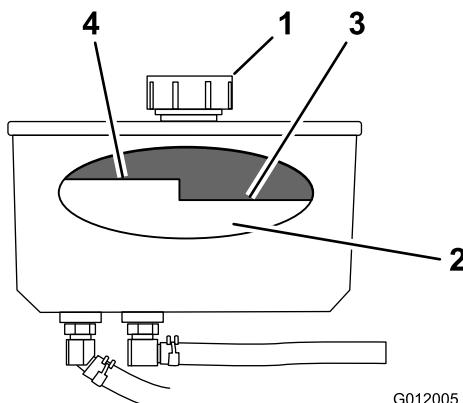

Figure 71
4. Nettoyez la surface autour du bouchon et du goulot de remplissage du réservoir hydraulique (Figure 71).
5. Enlevez le bouchon du goulot de remplissage. Vérifiez le niveau d'huile à l'intérieur du réservoir (Figure 71).